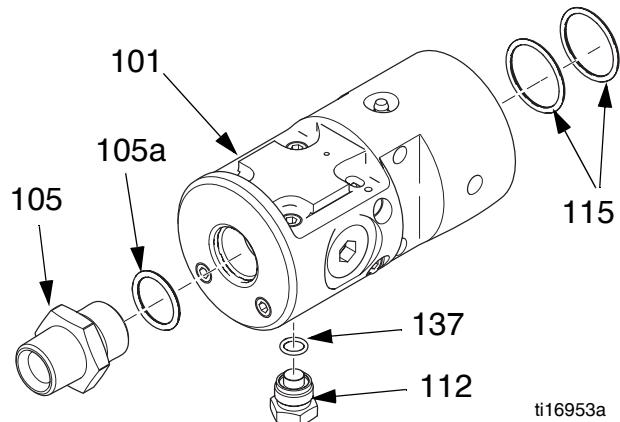

Рис. 7
- Установите уплотнительное кольцо (119) на пневматическую крышку (104). Завинтите крышку на пневматическом корпусе (102). Крутящий момент до 30 футофунтов (41 Н•м).
- Установите два новых уплотнительных кольца (115) в корпусе для жидкости. Нанесите смазку. См. Рис. 7.
- Установите новое уплотнительное кольцо (137) и вновь установите заглушку (112).
- Установите новое уплотнительное кольцо (105а) и вновь установите выпускной фитинг (105). Крутящий момент до 30 футофунтов (41 Н•м).